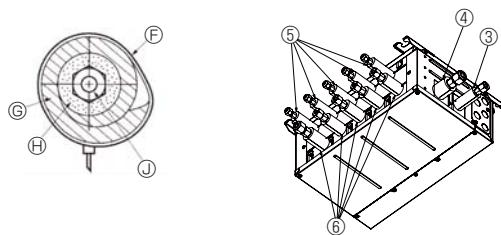
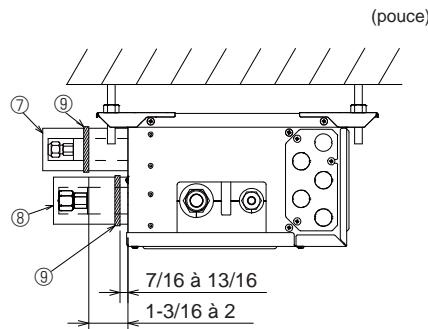

Fig. 7-4
Fig. 7-5
- Isolez les tuyaux de liquide et de gaz du boîtier de dérivation en appliquant de la mousse polyéthylène résistante à la chaleur tout autour. (Fig. 7-4)
- (5) Appuyez les cache-tuyaux ③ et ⑤ sur les tuyaux de liquide contre l'appareil et enroulez-les pour les maintenir en place. (Fig. 7-4)
- (6) Appuyez les cache-tuyaux ④ et ⑥ sur les tuyaux de gaz contre l'appareil et enroulez-les pour les maintenir en place. (Fig. 7-4)
- (7) Fixez les sangles fournies ⑨ à 7/16-13/16 pouces (10 à 20 mm) de chaque extrémité des cache-tuyaux (③④⑤⑥).
- (8) Si l'appareil intérieur n'est pas raccordé, raccordez les cache-tuyaux (avec les bouchons, ⑦ et ⑧) sur les branchements des tuyaux de réfrigérant du boîtier de dérivation contre l'appareil afin d'éviter un écoulement de condensation des tuyaux. (Fig. 7-5)
- (9) Fixez les cache-tuyaux (⑦⑧) à l'aide des sangles fournies ⑨.
- ⑩ Sangle (3.1 Accessoire n° ⑨)
- ⑪ Cache-tuyaux (3.1 Accessoire n° ③④⑤⑥)
- ⑫ Isolant thermique pour tuyau de réfrigérant
- ⑬ Tuyau de réfrigérant
7.2. Gestion des orifices de raccordements qui ne sont pas raccordés à l'appareil extérieur (Fig. 7-5)